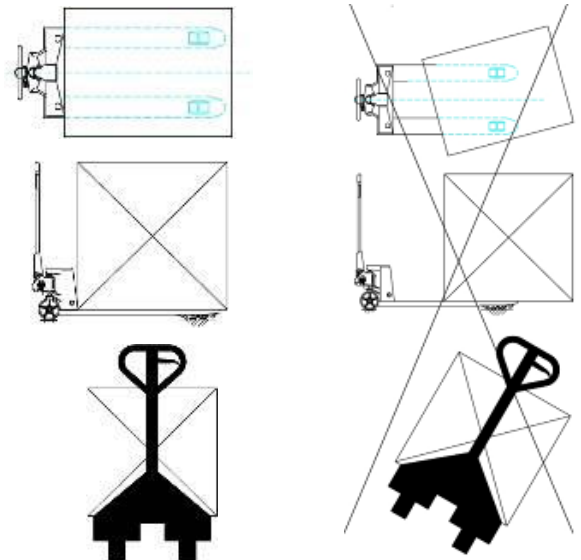

Рисунок 5.
4.1 После того, как тележка была собрана, возьмитесь за ручку и подкачайте рукоятку, проверьте как работает тележка при различных операциях: подъем, нейтральное положение, спуск; убедитесь, что при любом положении вам удобно держать рукоятку (см. рисунок 5).
- Если рукоятка (1) поднята, тележка находится в состоянии подъема, если в этот момент вы качнете ручку, тележка будет поднята, см. рис. 5.
- Если рукоятка (1) находится в нейтральном положении, тележка готова к перемещению.
- Если в этот момент вы качнете ручку, тележка не будет ни опускаться, ни подниматься. Вы можете использовать тележку для перемещения груза, см. рис.5.
- Если рукоятка (1) находится в положении опускания, вилы тележки опустятся. В этом случае вилы тележки опустятся автоматически, см. рис. 5.
- Если рукоятка (3) опущена вниз, как показано на рис.5, тележка находится в состоянии свободного перемещения.
- Если рукоятка (3) поднята, тележка находится на тормозе, см. рис.5.
- Рукоятка (2) используется для отпуска тормоза, см. рис.5.